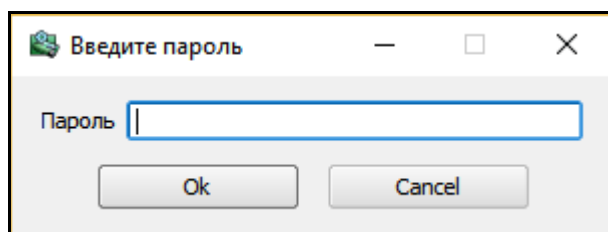

Рисунок 17
6. Для обновления встраиваемого программного обеспечения контроллера необходимо нажать кнопку «Прошить» в главном меню. Появится окно (рис. 17).